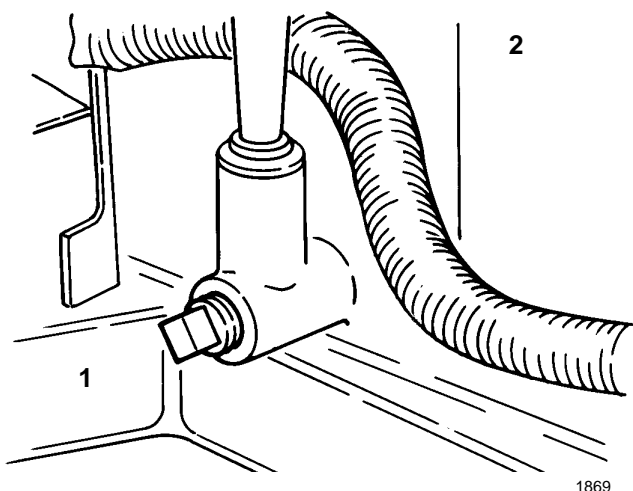

Figure 33
4. Placer une bassine sous le goulot de remplissage et jauge, et enlever le bouchon de vidange (Fig. 33).